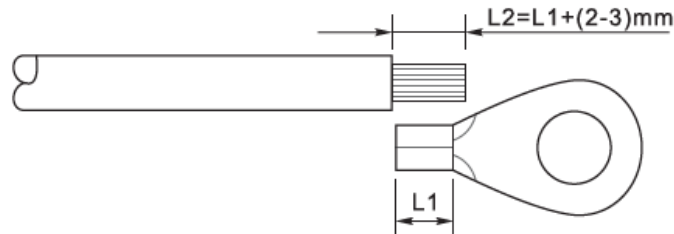

Рис. 13 – Підготовка кабелю заземлення (1)
- 1) Видаліть необхідну довжину зовнішнього шару ізоляції, використовуючи кабельний стріпер, наприклад як показано на Рис.13.